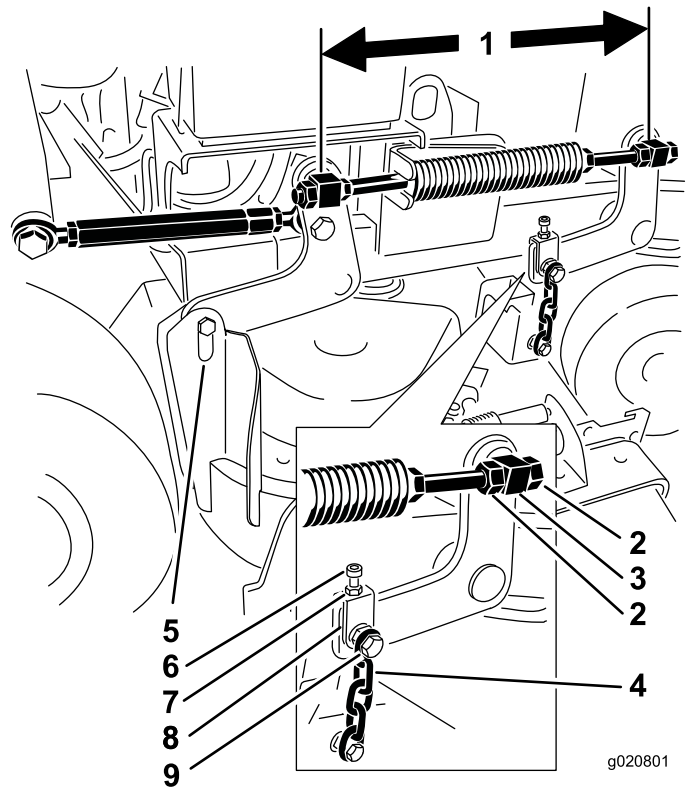

Figura 82
6. Compruebe la distancia entre los pivotes; mida del centro de un pivote al centro del otro (distancia entre centros) en cada varilla roscada. La longitud debe ser de 49,5 cm para carcasas de corte de 91 cm y de 43,7 cm para carcasas de corte de 102 cm (Figura 82).
11. Si es necesario ajustarlo, afloje el perno superior de la cadena (Figura 82).
7. Afloje los pernos superiores de las cadenas (Figura 82).